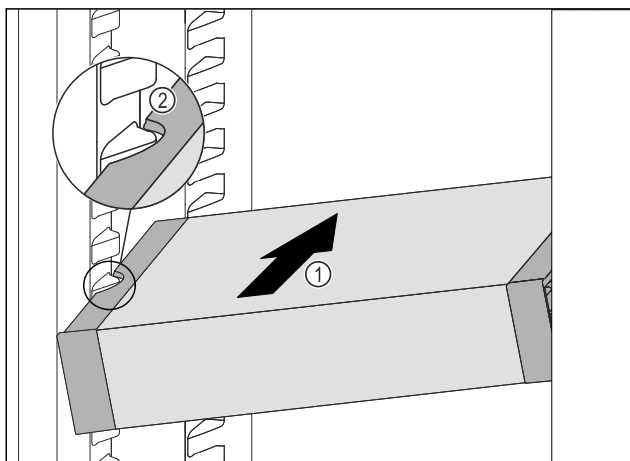

Fig. 179
- VarioSafe gurajte koso u hladnjak Fig. 179 (1) sve dok se bočni otvori Fig. 179 (2) ladice VarioSafe ne nađu na visini žlijeba spremnika u hladnjaku.